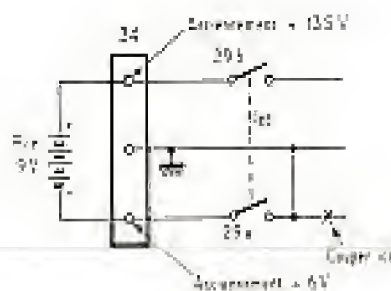

Fig. 4
Les modifications à effectuer concernant l'alimentation sont extrêmement simples et représentées sur la figure 4. Le fil sortant de la section (a) de l'interrupteur (29) est coupé du jack (13) et soudé directement à la masse. La pile de 9 V est branchée entre les deux extrémités du connecteur, le « plus » sur l'ancienne douille 135 V, et le « moins » sur l'ancienne douille 6 V. La consommation totale est de l'ordre de 3 mA. Dans le cas présent, on peut également envisager la construction d'une alimentation secteur... Mais elle n'aura rien de comparable avec la précédente: elle pourra être d'un volume extrêmement restreint (9 V 3 mA) et une stabilisation par une simple diode zener suffira.